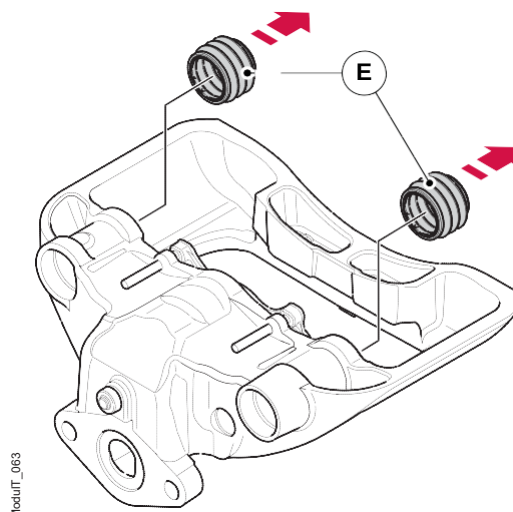

Figura 53. Remova os foles do pino guia.
6. Manualmente, remova com cuidado os dois foles do pino-guia (E). Consulte a figura 53. Se necessário, use uma pequena chave de fenda para ajudar, alavancando-os para fora.